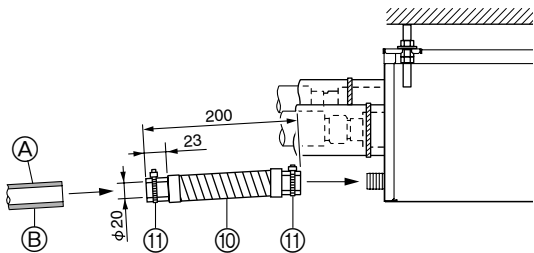

Fig. 8-1
- (1) Applicare adesivo PVC (non in dotazione) al raccordo di scarico sulla scatola delle derivazioni e premere il tubo di scarico collegato ⑩ sul raccordo finché non si blocca. (Fig. 8-1)
- (2) Inserire un tubo in PVC duro (VP-16, non in dotazione) nel tubo di scarico collegato ⑩ e incollarli assieme fissandoli. (Fig. 8-1)
- ④ VP-16 non in dotazione
- ⑤ Isolamento termico
- (3) Inserire una fascia ⑪ sul tubo di scarico collegato ⑩. (Fig. 8-1)